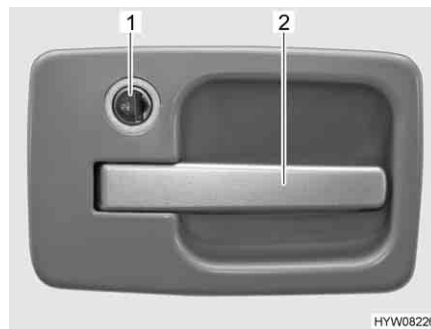

Fig. 25 Serrure de la porte cellule, à l'extérieur
- Insérer la clé dans le barillet (Fig. 25,1) et la tourner jusqu'au symbole . La serrure de la porte est déverrouillée.
- Tirer sur la poignée de la porte (Fig. 25,2). La porte est ouverte.
- Insérer la clé dans le barillet (Fig. 25,1) et la tourner jusqu'au symbole . La serrure de la porte est verrouillée.